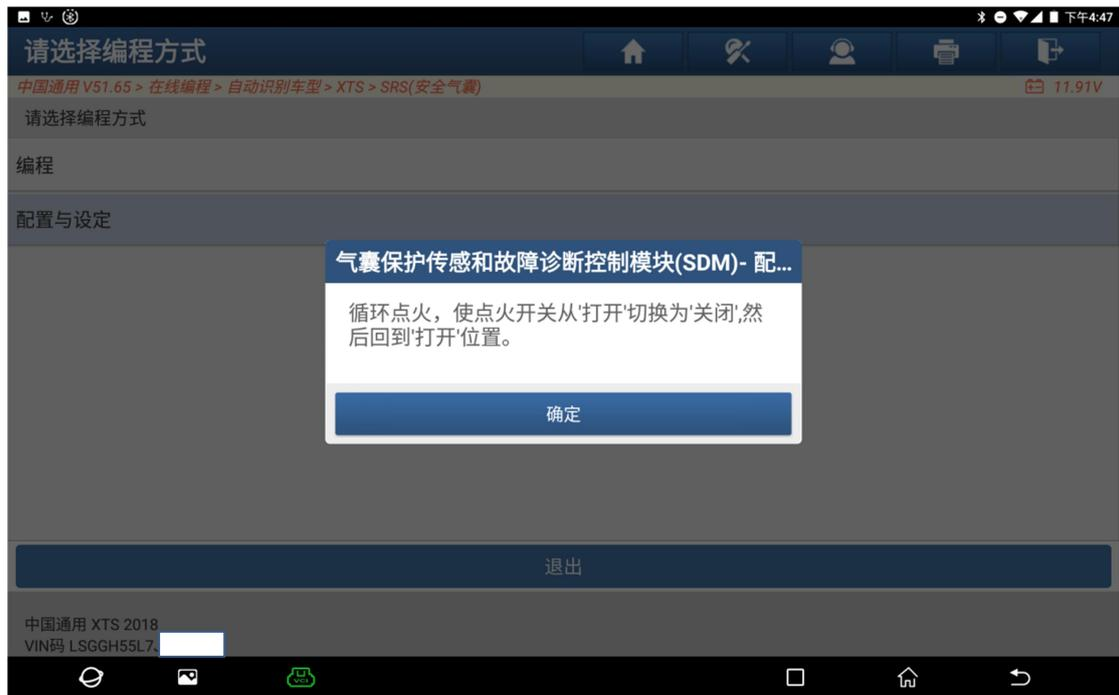

图 9
9. 循环点火，使点火开关从‘打开’切换到‘关闭’，然后回到‘打开’位置，如图 9：